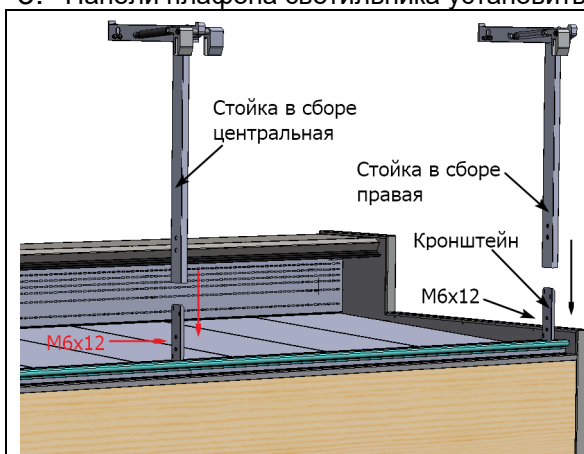

рис. 1
1. Установить стойки суперструктуры на кронштейны, прикрутить винтами M6x12 с полукруглой головкой, рис. 1.